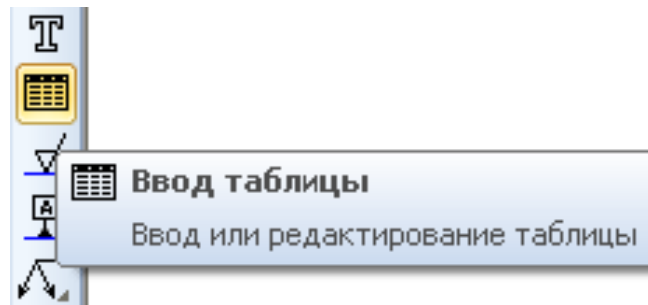

Рис. 2.6.4
7. За допомогою кнопки перемикання **Обозначения** та команди **Таблица** (рис. 2.6.4) ввести параметри та виконати таблицю.